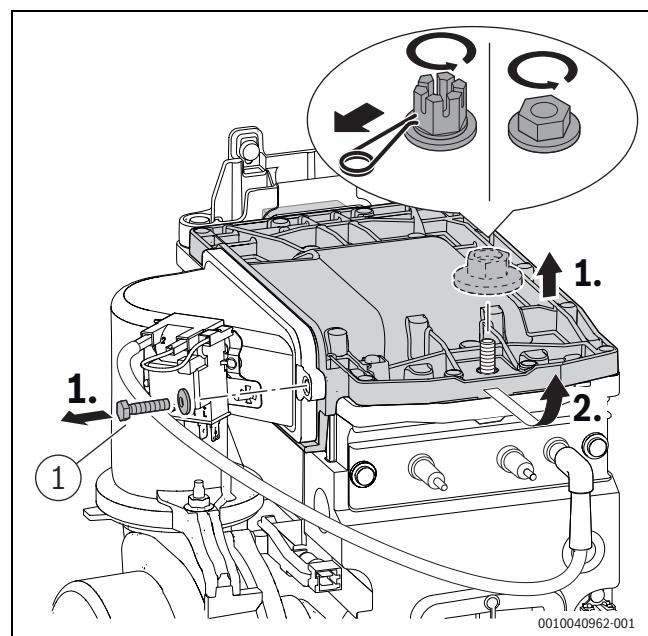

Fig. 58 Smontaggio del coperchio del bruciatore
- ▶ Serrare la vite ([1], fig. 58) sul coperchio del bruciatore a 5,5+0,5 Nm.